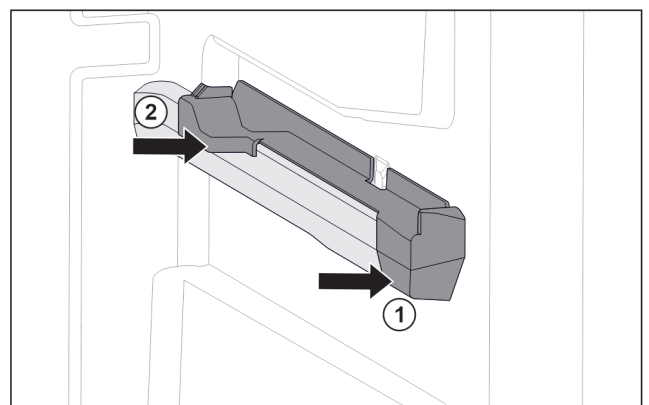

Fig. 122 Aufsteckteil auf der rechten Behälterrippe
- ▶ Aufsteckteil vorne an Behälterrippe ansetzen. Fig. 122 (1)
- ▶ Aufsteckteil hinten andrücken. Fig. 122 (2)